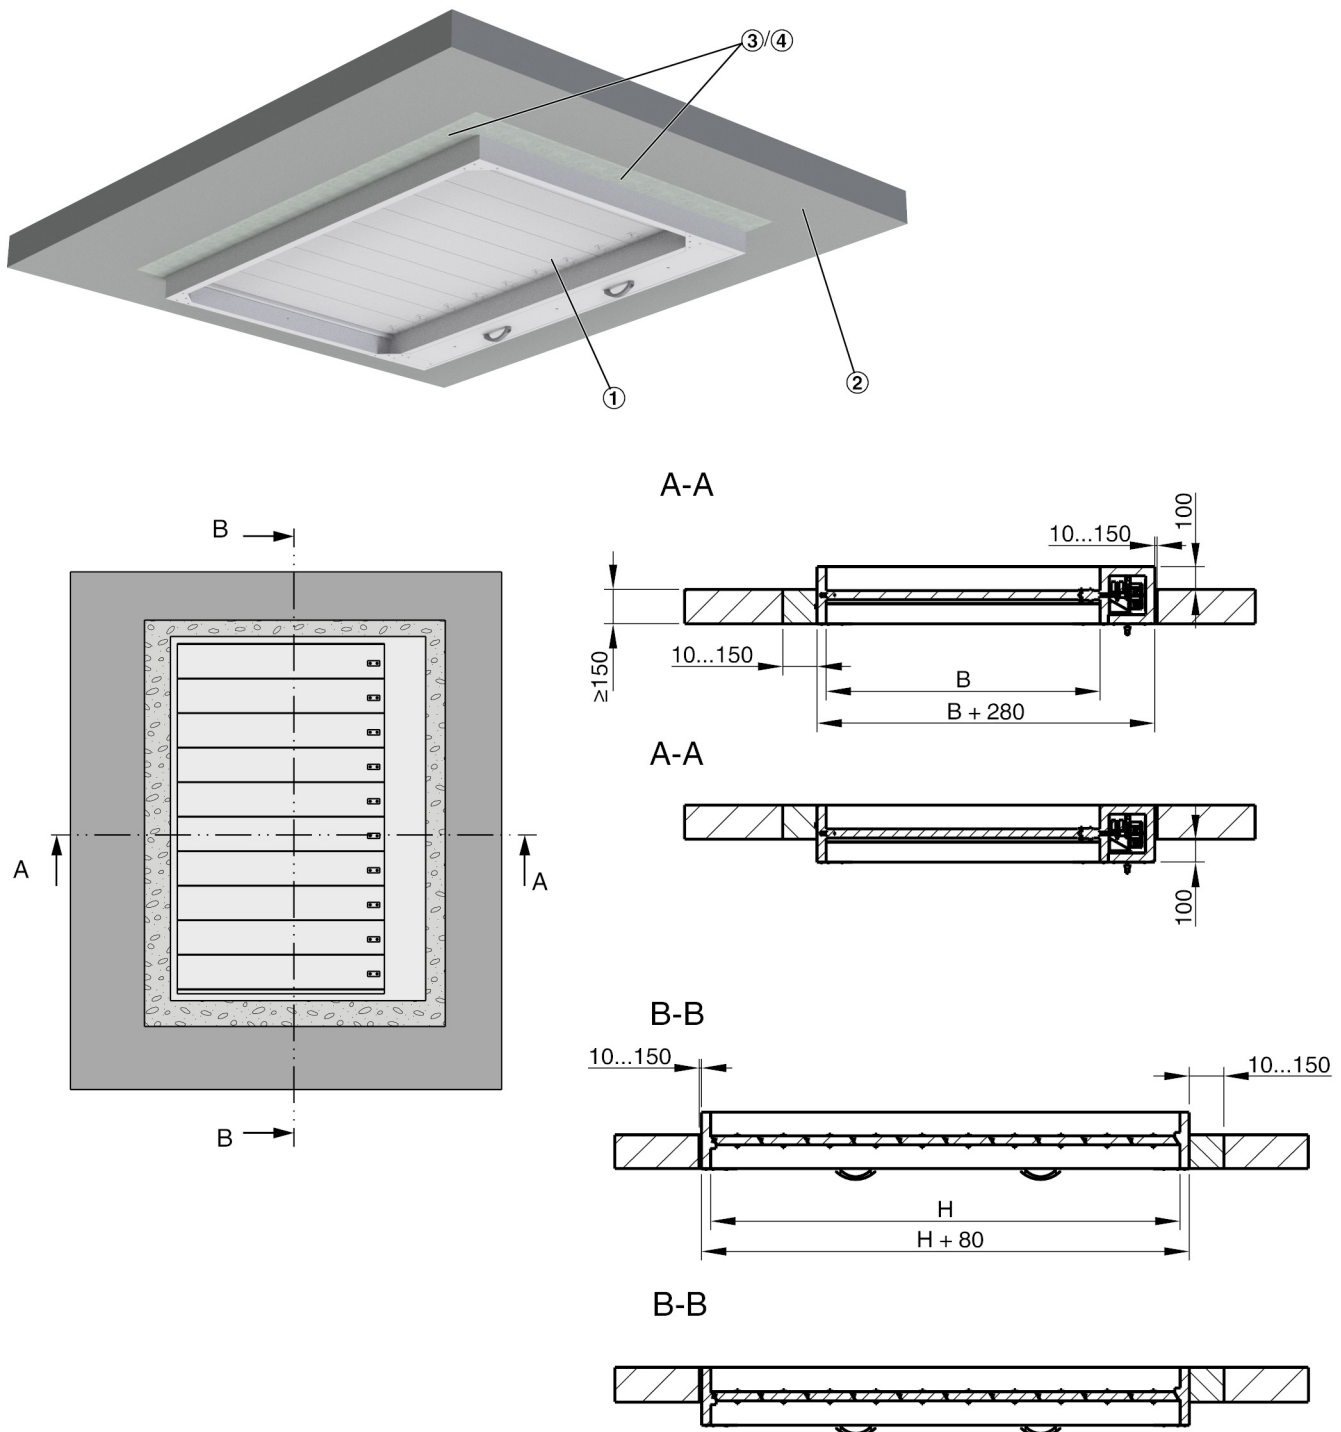

Abb. 28: Nasseinbau in Massivdecke
- ▶ In der Decke die Einbauöffnung fachgerecht herstellen, Maße Abb. 28 .